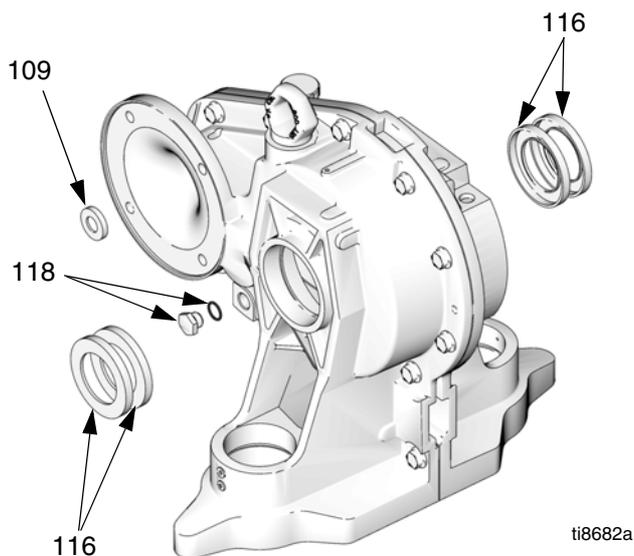

ABB. 24. Vorgelegedichtungen
5. Vier Schrauben (12) und beide Abdeckungen (21, 32) entfernen.
6. Siehe ABB. 24. Den Ölablasstopfen (118) mit Dichtung auf der Motorseite des Vorgeleges abschrauben. Durchstechen Sie die Eingangsdichtung (109) mit einer gehärteten Blechschraube und ziehen Sie sie heraus.